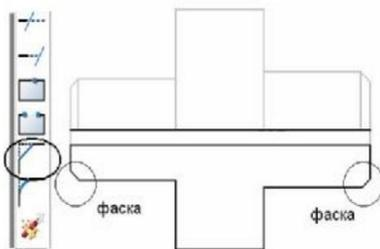

Рисунок 37 – Действие 5
5. *Нанесите фаски* (рис. 37). Для этого активируйте команду CHAMFER (ФАСКА). Выберите необходимую опцию (вариант исполнения команды): для построения фаски по двум известным катетам введите с клавиатуры букву Д (Длина) или D (Distance), для построения фаски по известному углу и катету введите А (ANGLE) если выработаете на английском языке или У (УГОЛ) – на русском. ENTER. Введите с клавиатуры значения угла, катета(ов) фаски. ENTER. Курсор изменит вид на маленький квадратик. Укажите в поле чертежа поочерёдно две линии, примыкающие к фаске, если вы работаете в одной из ранних версий программы перед этой операцией активируйте команду ФАСКА повторно. По окончании работы с командой нажмите Esc.